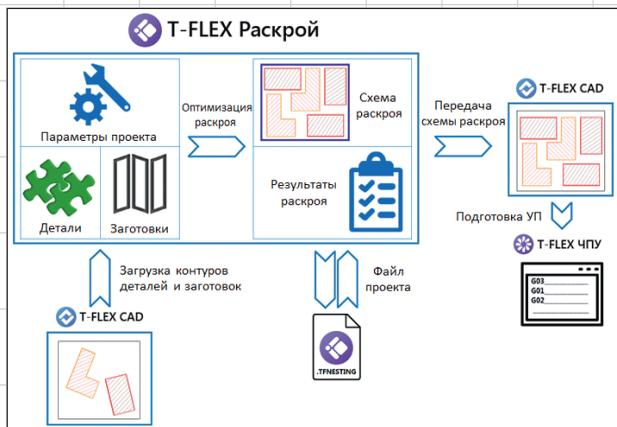

Рис. 3
2. При помощи команд импорта деталей и заготовок (рис. 3). При этом возможны два варианта использования: